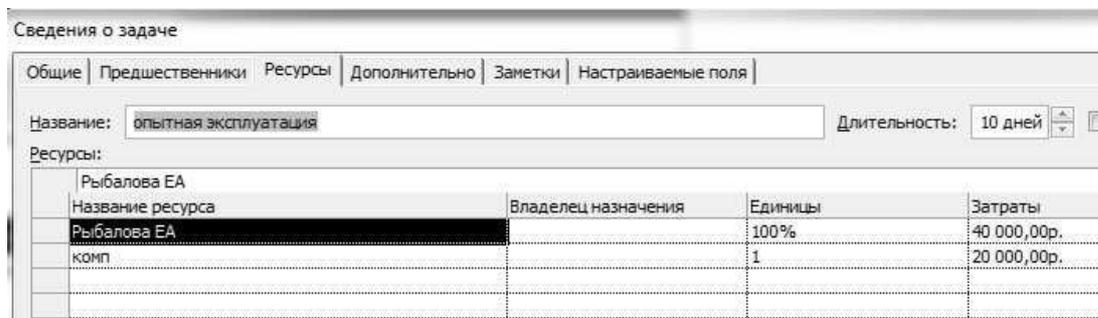

Рис. 5.26 – Загрузка ресурса на задаче
- изменить степень загрузки ресурсов и их количество на работах, окно *Сведения о задаче/Ресурсы* (рис. 5.26);